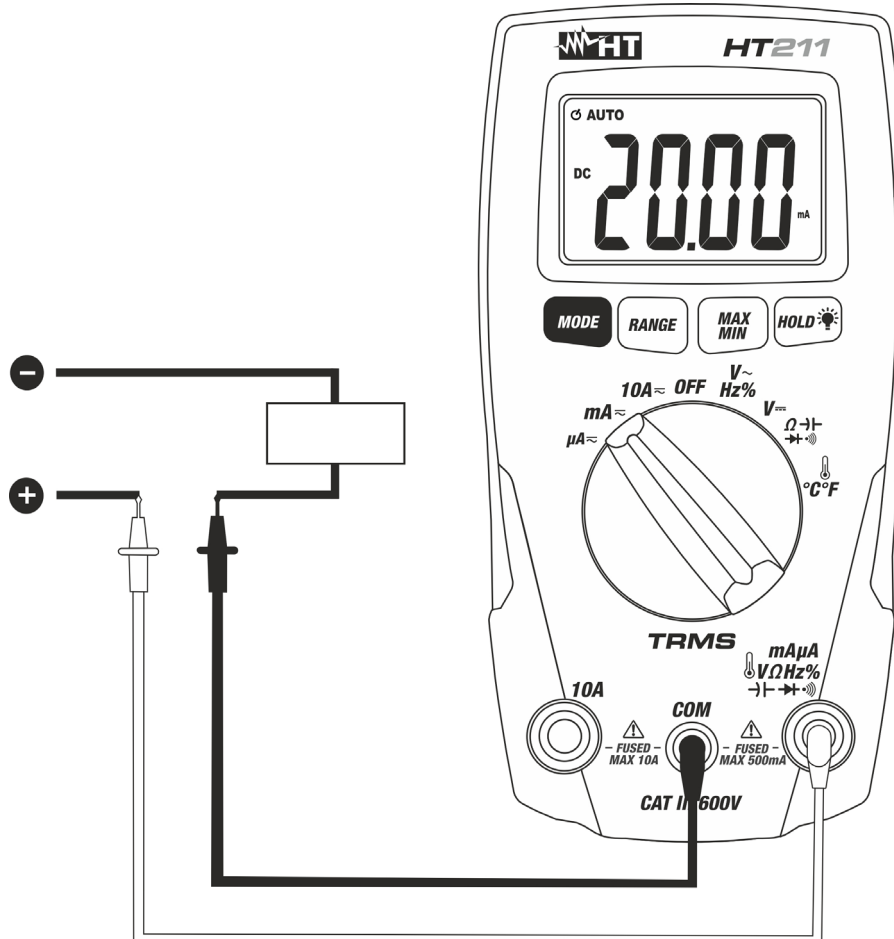

Abb. 9: Verwendung des Gerätes für DC Strommessung
5. Verbinden Sie die rote und die schwarze Messleitung in Reihe mit dem Kreis, dessen Strom Sie messen möchten, und dabei achten Sie auf die Strompolarität und –richtung (siehe Abb. 9)
8. Das Symbol “-” auf dem Display des Gerätes gibt an, dass der Strom die umgekehrte Richtung mit Bezug auf den Anschluss in Abb. 9 hat.